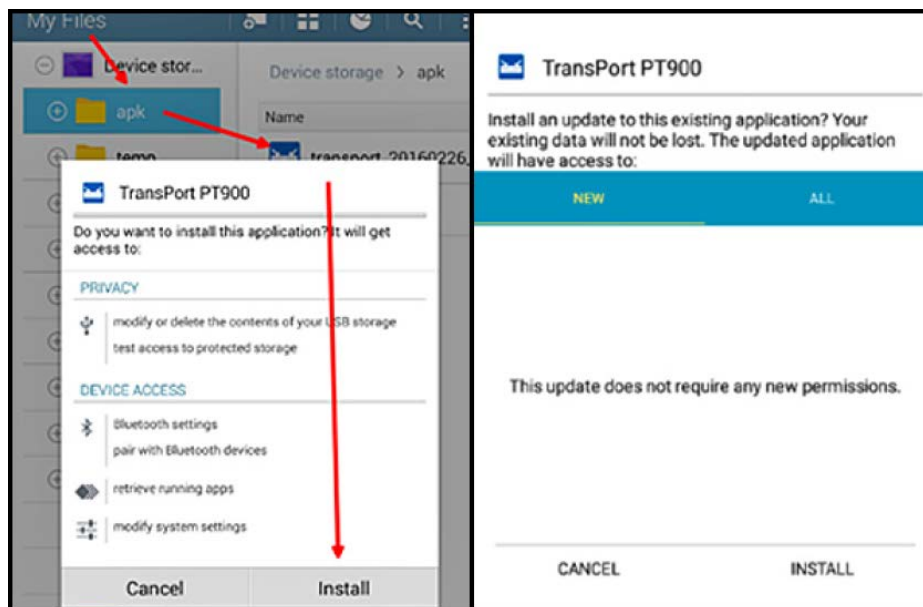

图 57: 初始（左）和更新（右）安装屏幕
3. 单击 APK 文件，安卓操作系统会验证此文件的检验和及签名。根据本次是初始安装还是更新安装，您会看到如下面 图 57 中所示的某个屏幕。单击安装开始安装。